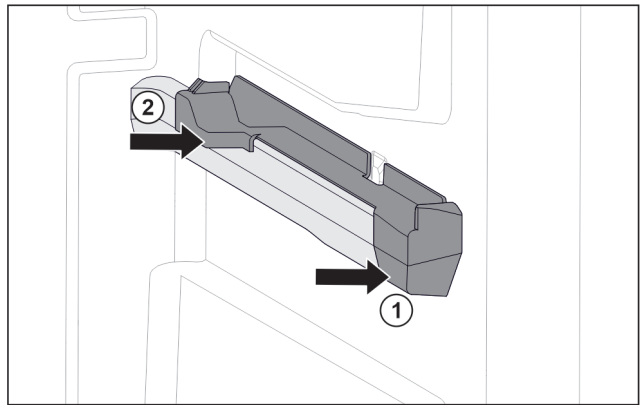

Fig. 57 Insteekelement op rechter containerrib
- ▶ Insteekelement voor tegen containerrib plaatsen. Fig. 57 (1)
- ▶ Insteekelement achter aandrukken. Fig. 57 (2)